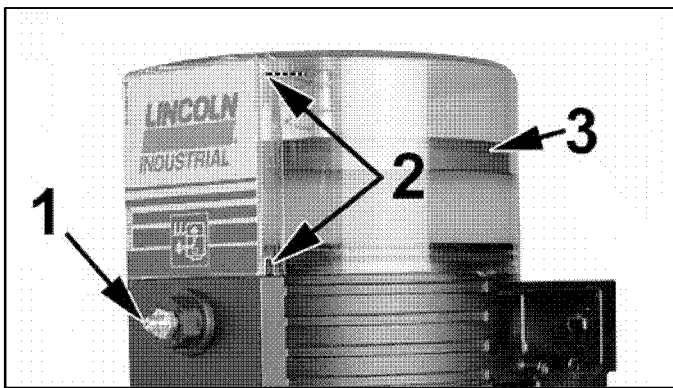

Abb. 14-1 Behälter bis zur Max. Markierung auffüllen 4231a99
- Beim Befüllen des Behälters darauf achten, dass die Luft unter der Folgeplatte 3 (Abb. 14-1) wie nachfolgend beschrieben entweichen kann.
- Behälter über den Befüllnippel 1 (Abb. 14-1) bis zur „Max.“ Markierung füllen.